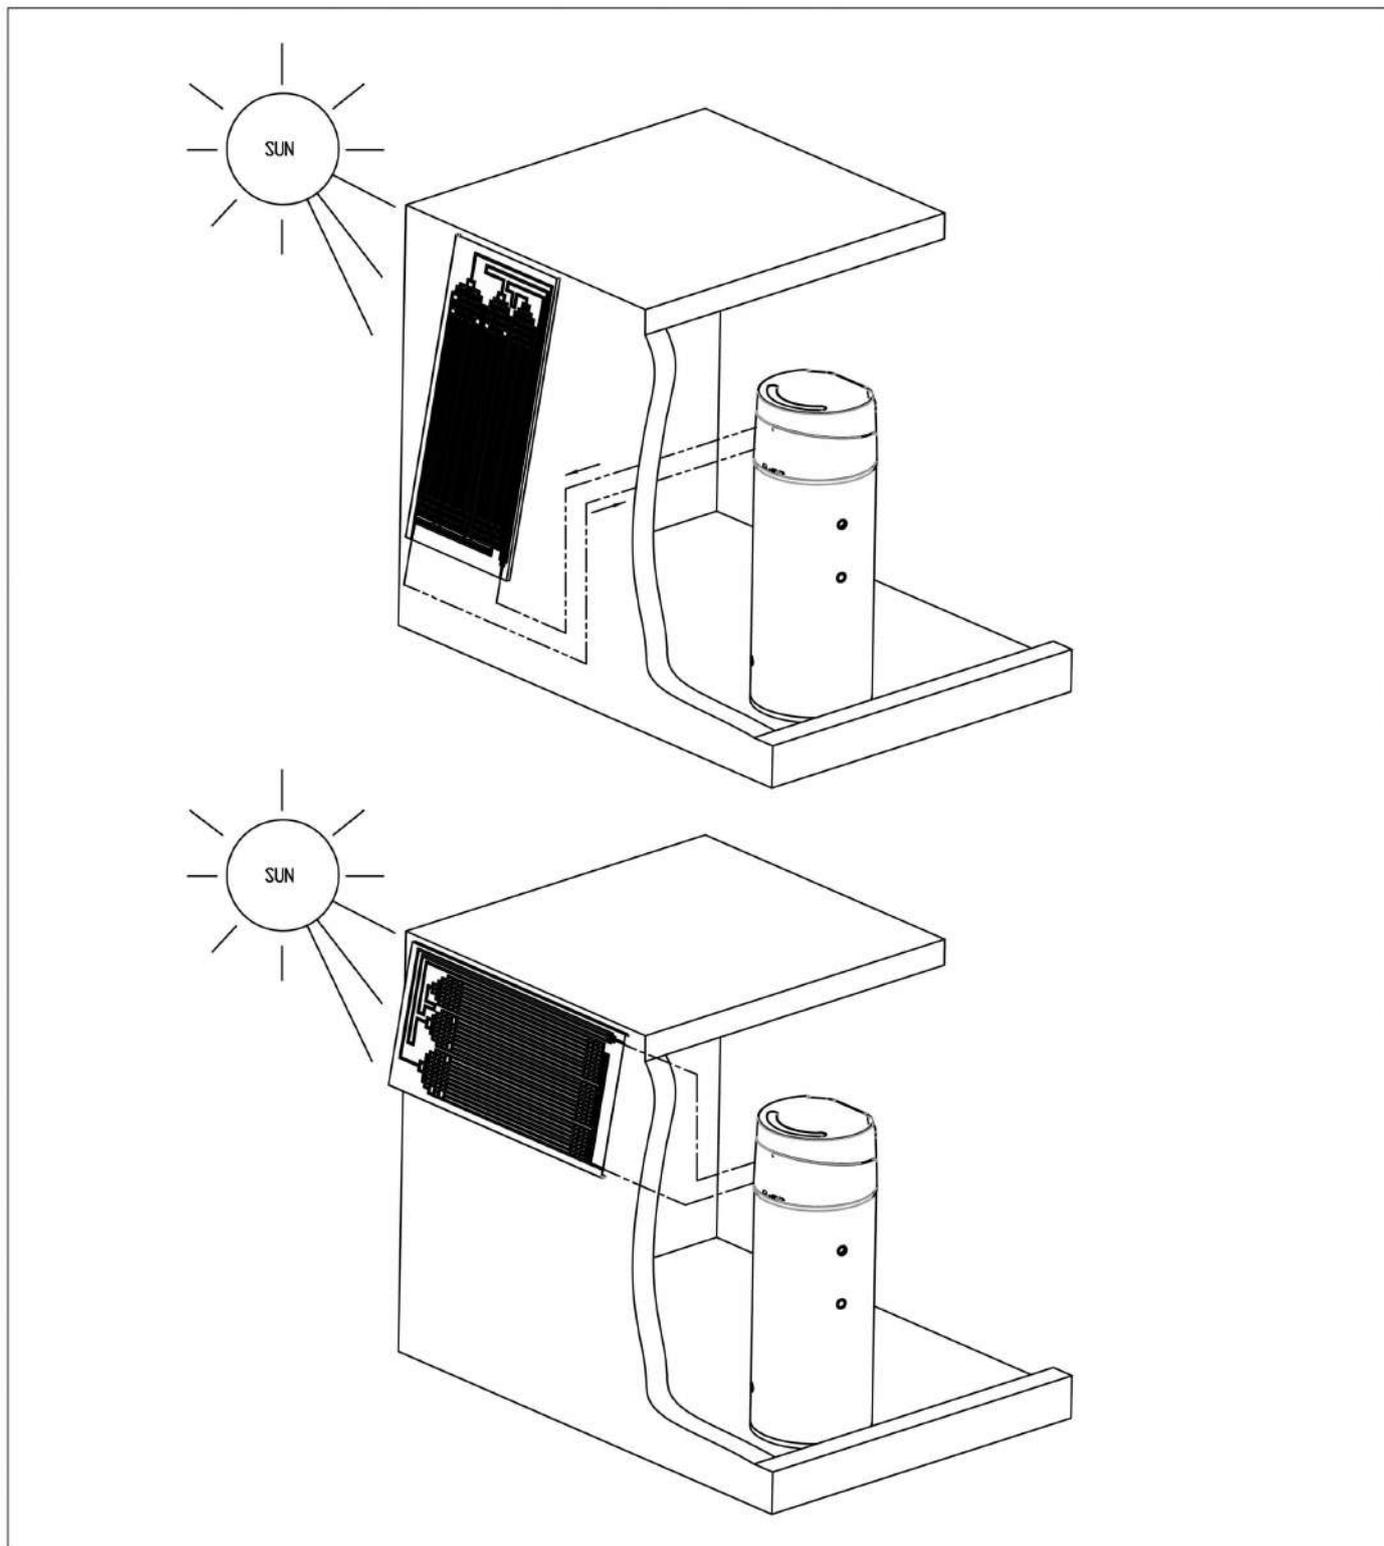
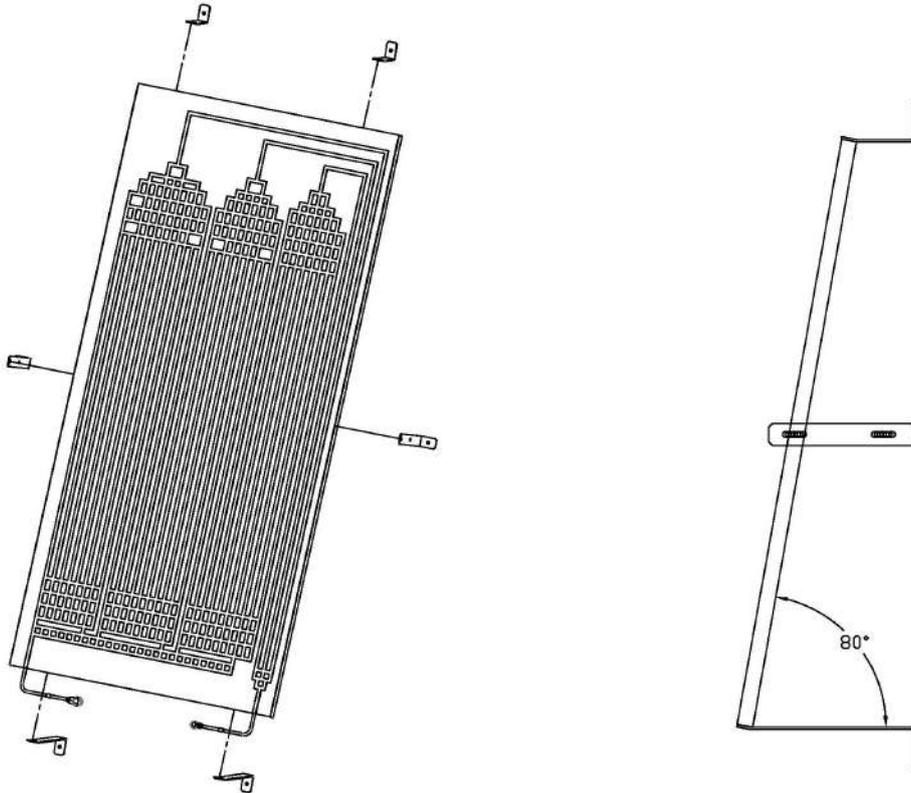

Fig. 7
Fig. 8
- Installare il pannello su una parete o su un tetto preferibilmente con orientamento SUD, SUD-EST o SUD-OVEST (Fig. 7). Nell'installazione è importante valutare l'angolo di inclinazione rispetto all'orizzontale che deve essere approssimativamente uguale alla latitudine del luogo di installazione, in modo da massimizzare gli effetti della radiazione solare incidente. E' comunque possibile installare i pannelli con inclinazione variabile tra 10 ed 85°(Fig. 8).